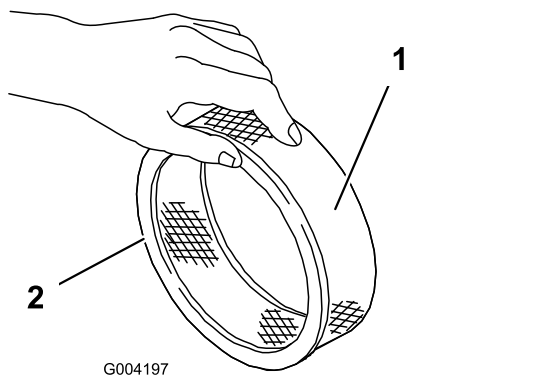

図 43
- ペーパーフィルタに汚れや油汚れ、ゴムシールの傷がないか点検する(図 43)。
- ペーパーエレメントにスポンジエレメントを注意深く取りつける(図 43)。